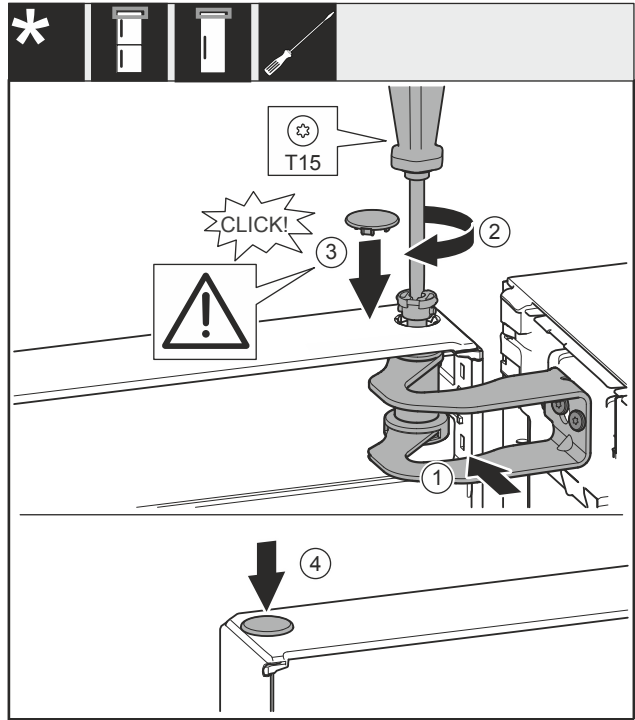

Fig. 23
- Tür zur Öffnung im Lagerbock Fig. 23 (1) ausrichten.
- Bolzen Fig. 23 (2) einsetzen und mit Schraubendreher festschrauben.
- Abdeckung Fig. 23 (3) einsetzen.
- Kontrollieren, dass die Abdeckung Fig. 23 (3) auf der Tür aufliegt.
- Abdeckung Fig. 23 (4) einsetzen.